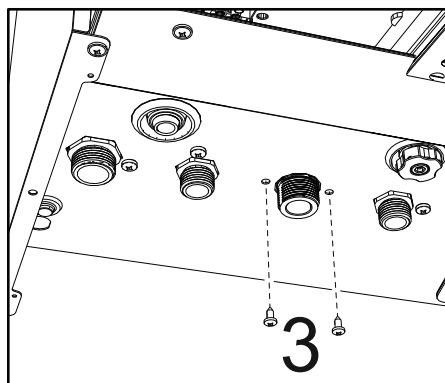

fig. 44
- Desenrosque los tornillos "3" (fig. 44).